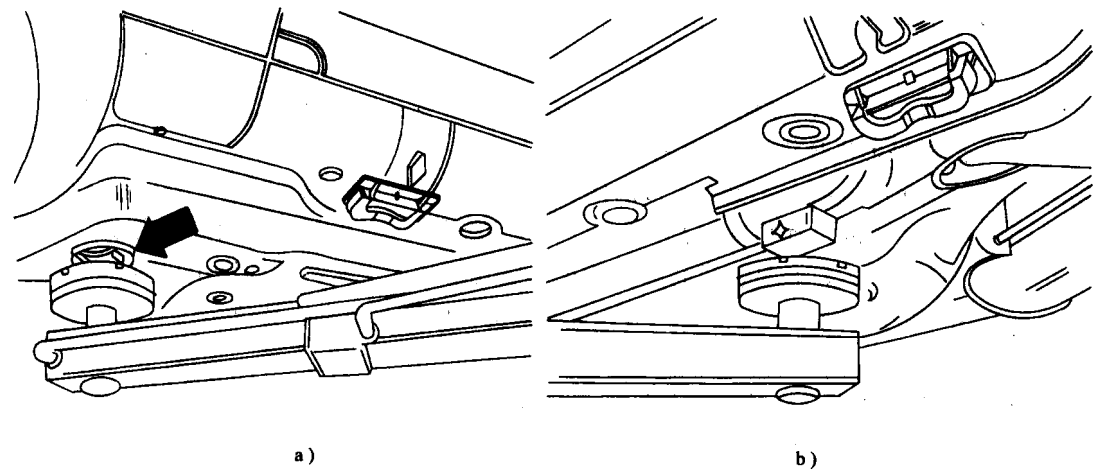

图 1-5 举升机支点位置
③ 按安全操作规程检查起重设备的技术状态 使用前必须问明该设备的技术状态是否可靠；设备支撑臂能否伸到规定支点位置；切勿使用过大跨度、过大吨位的货车用举升器举升本车型。
④ 按汽车使用说明书选择起重支点 本车型为承载车身式，前悬架为滑柱式独立悬架，选择举升支点必须慎重。使用举升器时，应按图 1-5 所示支点位置着力；举升机与支点之间必须垫入大于 25mm 的且大小合适的橡胶垫块。在使用本车型随车千斤顶时，应按图 1-6 所示，将千斤顶的顶块顶在规定的车身下裙板上专用支点的凹坑里。